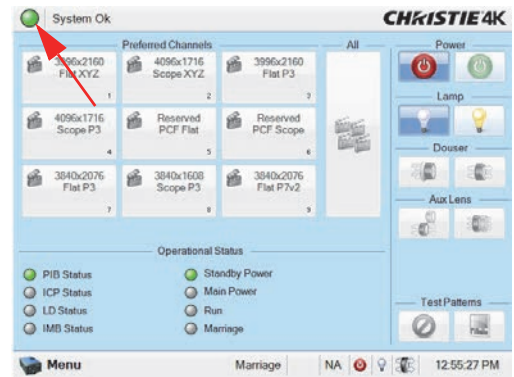

图 5-3 TPC LED
- 查看是否存在联锁故障。从 TPC 上的 **Main**（主）面板中，单击左上角的 LED，打开 **Status**（状态）窗口（图 5-3）。另外，也可以单击 **Menu**（菜单）按钮，然后选择 **Status**（状态）。打开 **Status**（状态）窗口后，单击 **Interlocks**（联锁）。如果显示有故障，则需要取消联锁后，灯泡才会亮起。